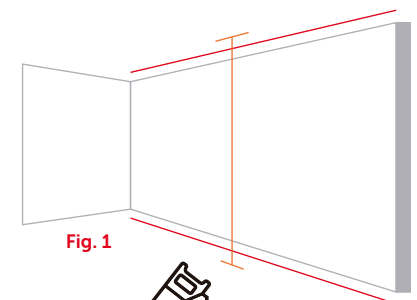

Fig. 1
- 1 La superficie deberá estar limpia, seca y ser lo más plana posible. Trazar en el piso y replantar en la losa-cielo el emplazamiento final de **Revestimiento Térmico** mediante dos auxiliares (las cuales permitirán aplomar el revestimiento). Considerar el espesor final de las motas del **Pegamento Poligyp** (2,5 cm.). **Fig1**